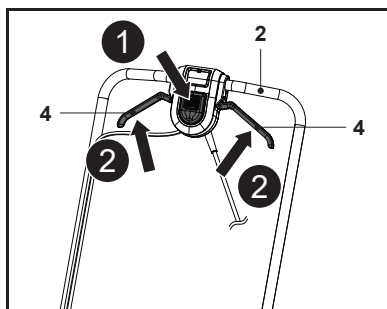

Fig. 15
1. Se tenir derrière le guidon (2).
2. Tout en maintenant l'interrupteur de sécurité (1) enfoncé, tirer le levier de démarrage (4) vers le guidon (2) et le maintenir dans cette position (Fig. 15, étapes 1, 2).
3. Une fois la tondeuse à gazon démarrée, relâcher l'interrupteur de sécurité (1).